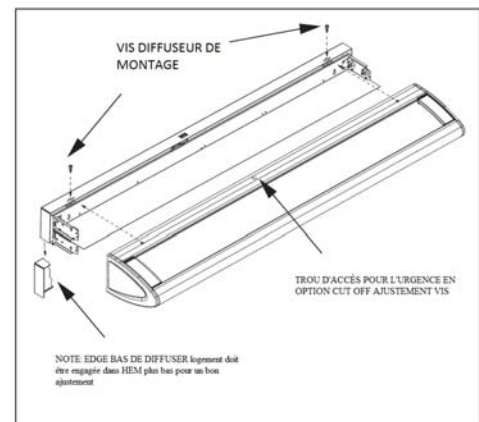

Figure 7
4. Prendre le boîtier. Orienter le boîtier et les trous de vis de montage vers le haut et orienter l'interrupteur vers le bas (voir figure 7).
2. Placer le câblage derrière la plaque verticale de l'assemblage du réflecteur et repérer les fentes en trous de serrure de l'assemblage du réflecteur. Positionner les fentes en trous de serrures sur les vis des supports de montage de la plaque arrière (voir figure 7).